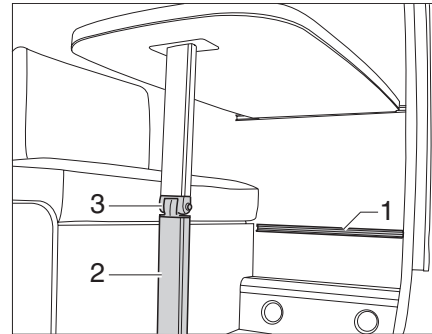

Bild 40 Hängbord med ledat stödben
- ▶ Lossa bordsbenet (Bild 40,2) vid ledgången och fäll in det.
- ▶ Haka fast hängbordet i den nedre skenan (Bild 40,1) och ställ ned det på bordsbenets led (Bild 40,3).